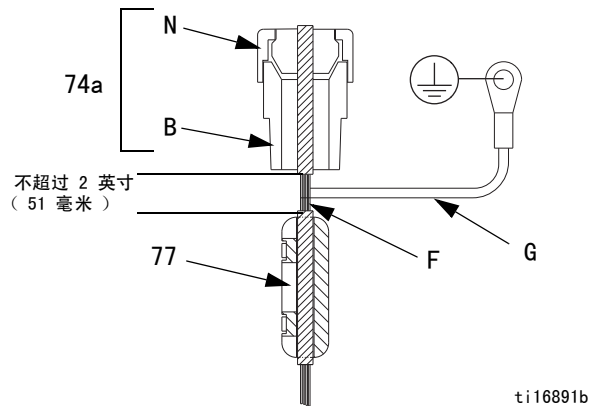

图 13. IS 电路被覆线
19. 将 IS 被覆线用螺丝固定到导电应力消除（74a），并将其连接至 J2 和 J3。请参见图 13 和电路图（第 10 页）。
20. 参见图 13。将螺母（N）紧紧拧紧到导电应力消除（74a）上。将铁氧体（77）安装至被覆线（F），距导电应力消除（74a）底部不得超过 2 英寸（51 毫米）。将接地线安装到接线盒中的接地螺钉上。